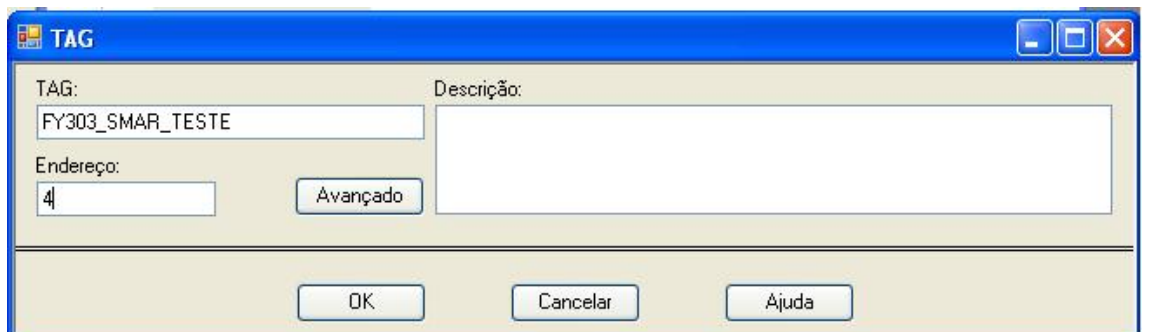

Figura 2.10 - Configuración del AssetView STANDALONE
7) Al elegir el equipo, elija también un TAG para el. Vea la Figura 2.10. En seguida, haga clic en "OK". El equipo nombrado con el TAG elegido aparecerá por debajo de la PBI. Vea la figura 2.10.